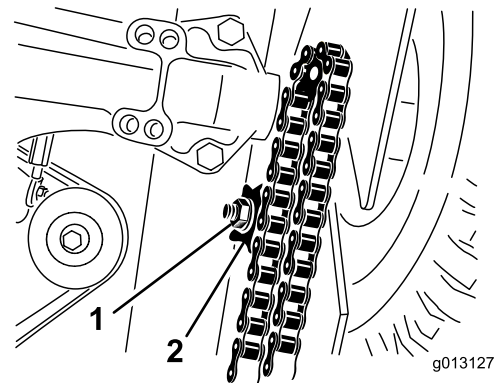

Figura 27
- A. Afloje la tuerca que sujeta el piñón tensor de la cadena que está tensando (Figura 27).